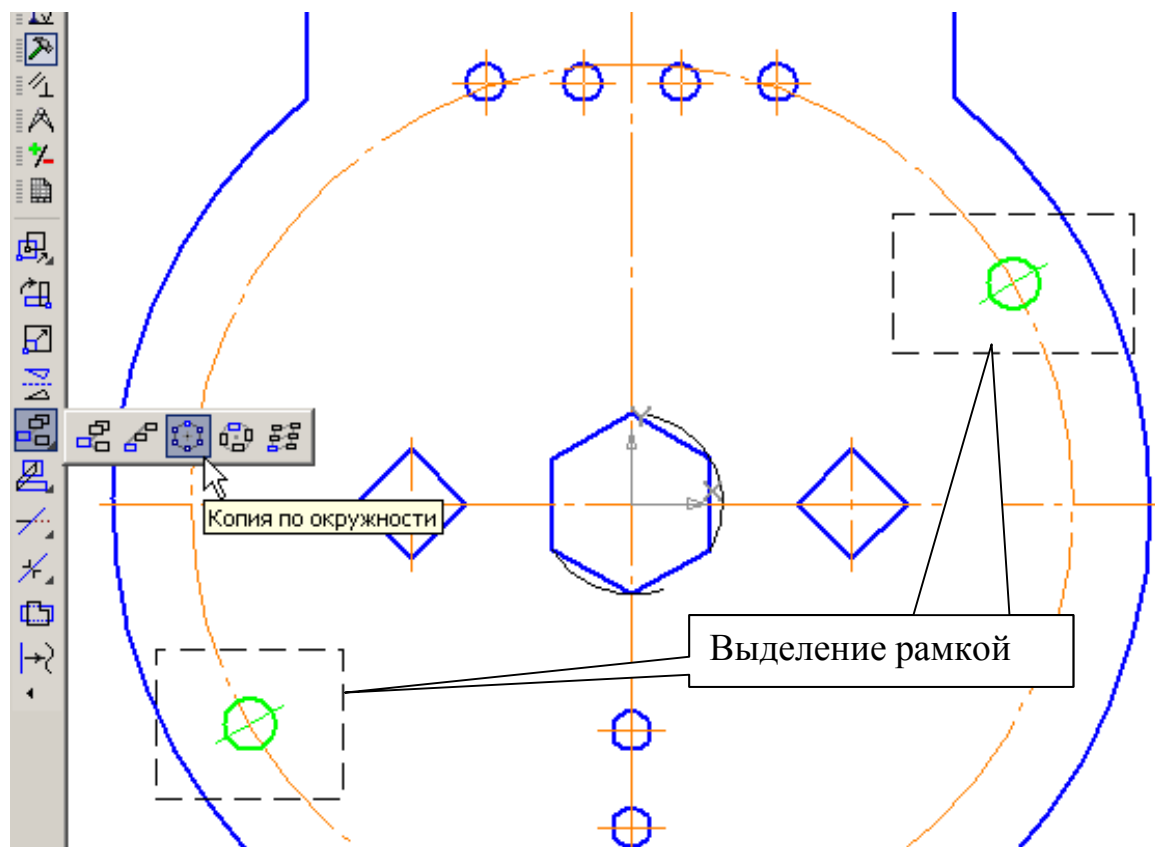

Рис. 4
2. Для построения остальных четырех окружностей выделите рамкой две построенные окружности с центровыми линиями (**Выделить – Рамкой** ) и сделайте активной команду **Копия по окружности**  на панели редактирование, рис. 4.